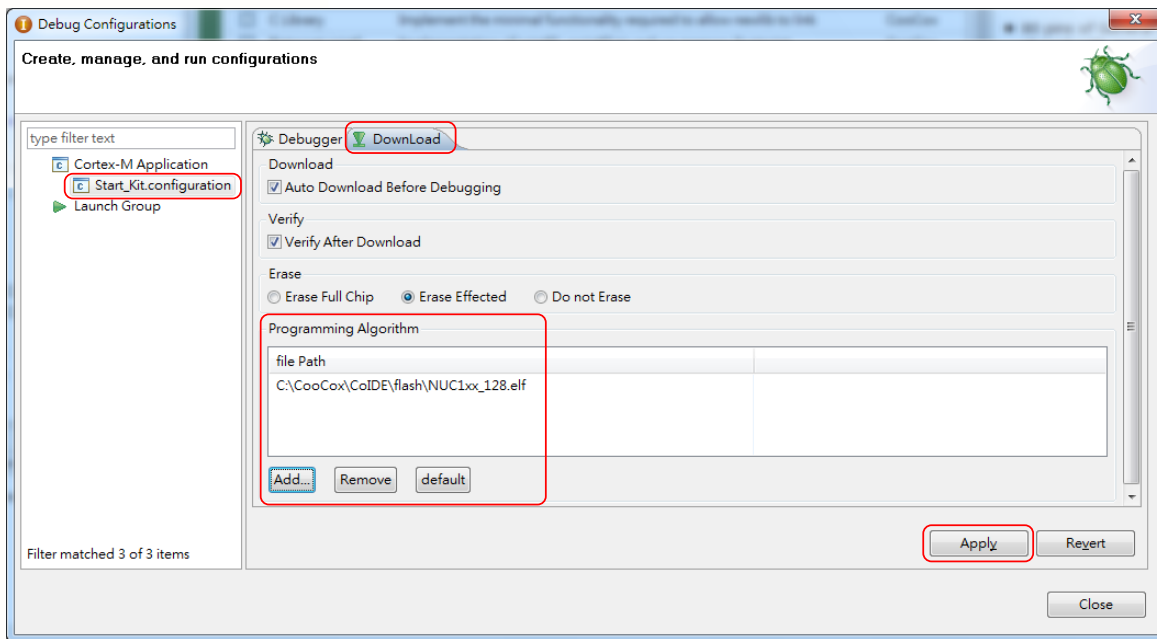

Figure 4-21 CoCoX CoIDE 编程的设置
Step 4: 在 “*Debug Configurations*” 界面的 “**Download**” 页 (通过调用 **Debug** → **Debug Configurations**), 选择 “**Auto Download Before Debugging**” 或者 “**Verify After Download**” 选项指定烧录文件。然后设置烧录文件路径, 如: “`C:\CooCox\CoIDE\flash\WUC1xx_128.elf`”, 参见 Figure 4-21。
Step 6: 最后, 点击 **Apply** 保存设置, 参见 Figure 4-21.